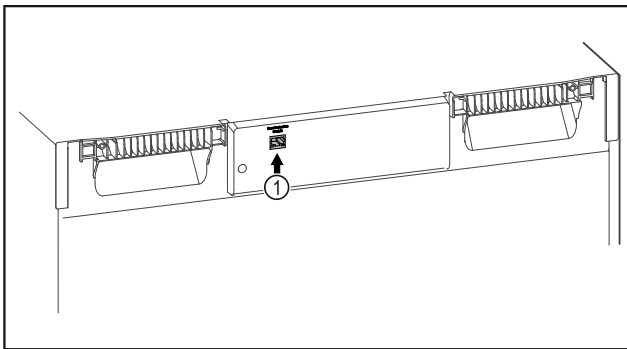

Fig. 83
- SmartModule Fig. 83 (1) er sat i.